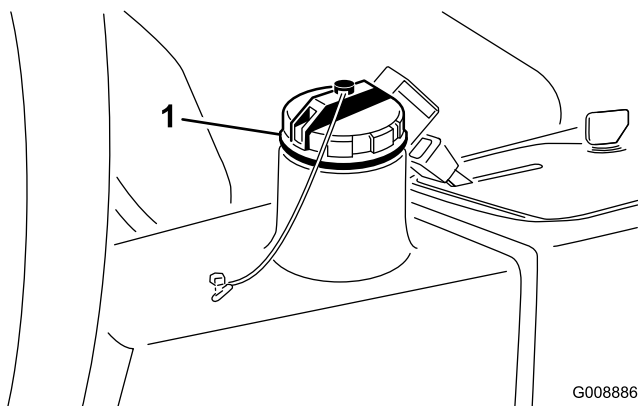

Figura 60
3. Riempite il serbatoio (Figura 60) con 13,2 litri circa di fluido idraulico; vedere Verifica dell'impianto idraulico.